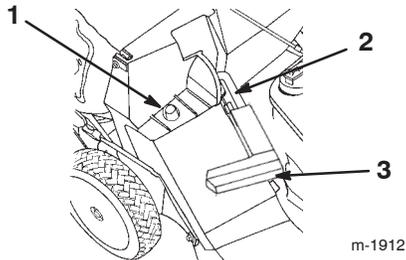

Bild 13
2. Stellen Sie sicher, dass der Griff an der Auswurfkanal-klappe ganz nach vorne gestellt und dass der Stift im Riegel eingerastet ist (Bild 13).
3. Schieben Sie das Loch im Korbrahmen auf den Haltepfosten am Auswurfkanal (Bild 13).
2. Heben Sie den Griff der Auswurfkanalklappe an und ziehen ihn nach vorne, bis der Stift in den Riegel einrastet (Bild 13).